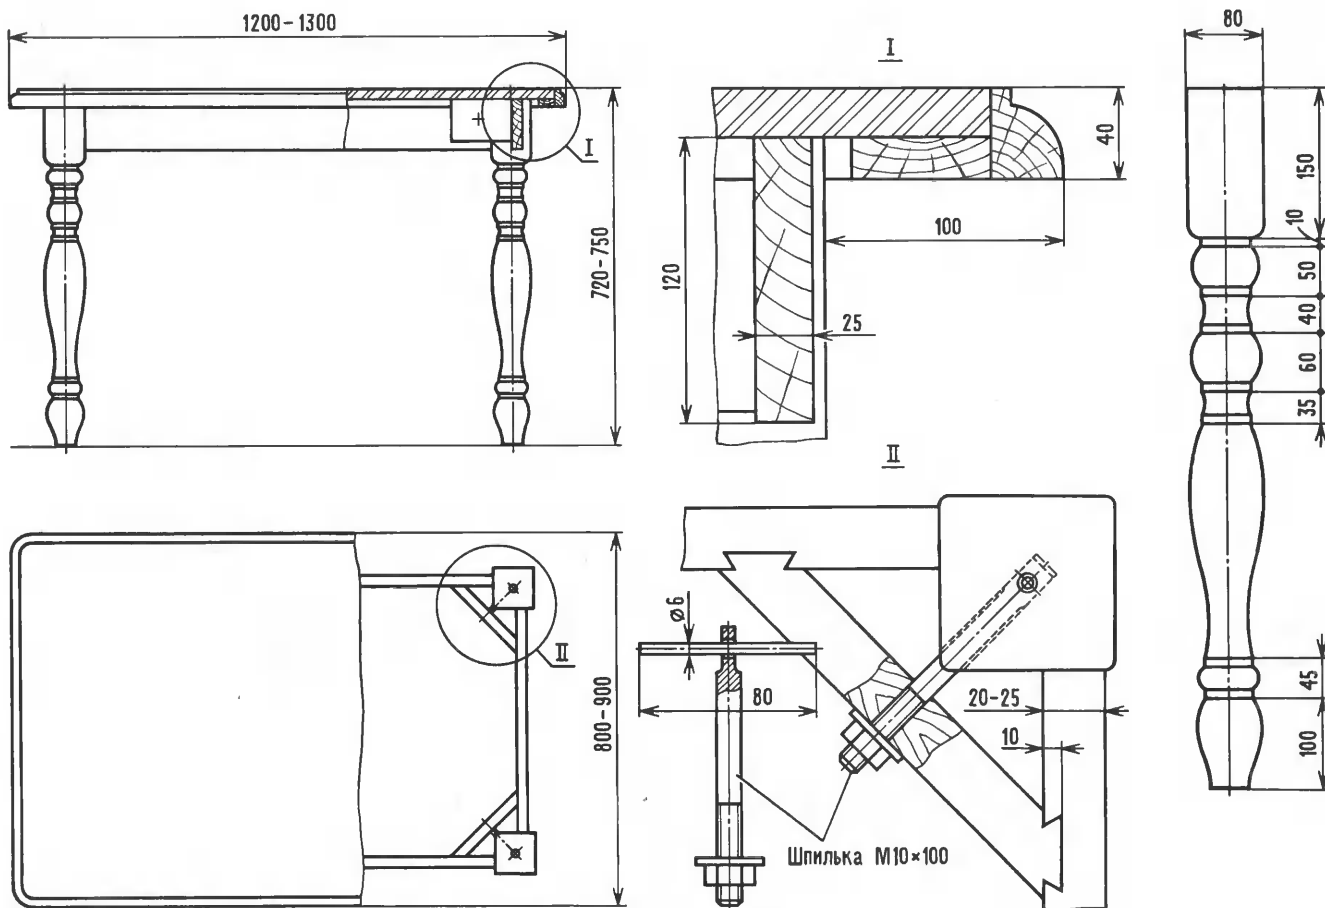

Рис. 6. Стол обеденный. Чертежи общего вида с выносом элементов и ножки.
**Обеденный стол** (рис. 6) рассчитан на 6 человек. Ножки его с царгами соединяют прямым шипом на клею или специальными стяжками. В последнем случае ножки будут съемными и стол займет при транспортировке значительно меньше места.